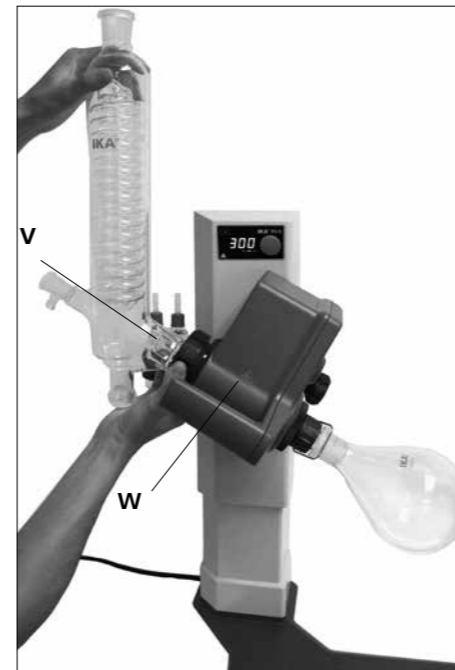

Fig.17
- 냉각콘덴서에 캡 너트를 넣고 냉각콘덴서의 플랜지 (V)에 스프링 링을 붙입니다.
- 회전 드라이브(W)에 냉각콘덴서를 놓고 손으로 캡 너트를 조입니다.(Fig.17)